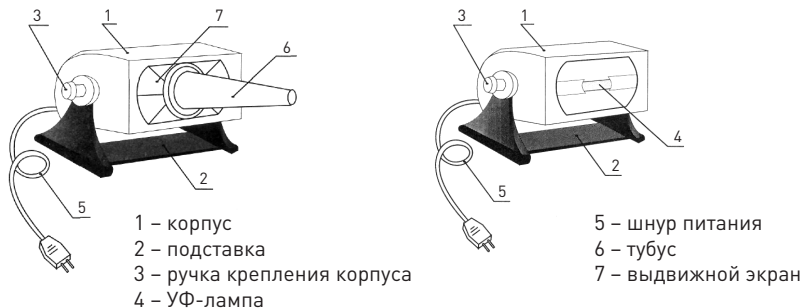

Рисунок 1.
- 5.1. Облучатель ультрафиолетовый конструктивно выполнен в сборном пластмассовом корпусе, в котором устанавливается ртутно-кварцевая лампа (рисунок 1). Корпус облучателя устанавливается на подставке.